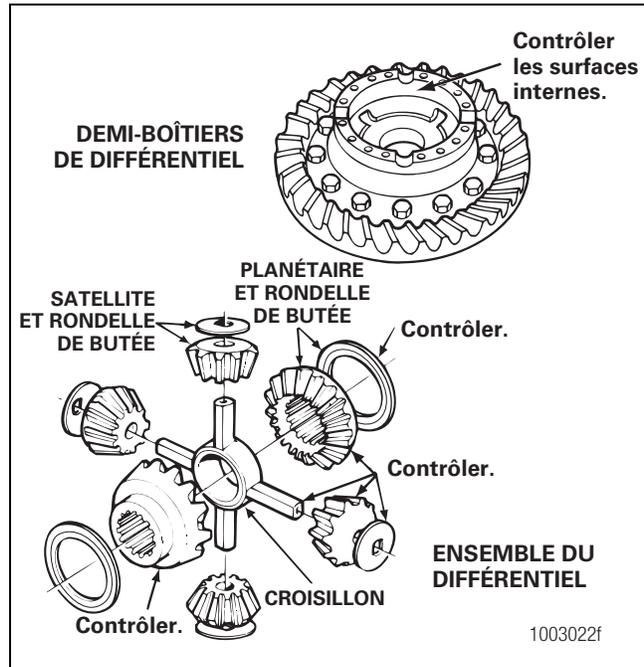

Figure 4.7
3. Vérifier l'état d'usure ou de fatigue des pièces suivantes du différentiel principal. Remplacer les pièces endommagées. Figure 4.7.